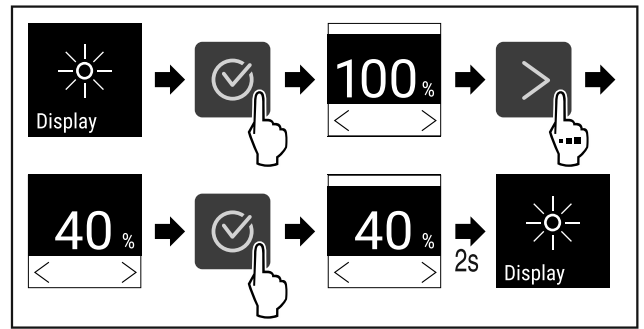

Fig. 101
- ▶ Провести етапи операцій (див. Fig. 101) .